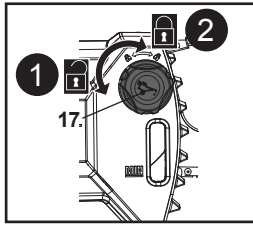

Fig. 9
1. Placer le produit sur une surface plane et stable, le bouchon du réservoir d'huile (17) vers le haut. Nous recommandons de poser une protection non inflammable sous le produit.
2. Dévisser et retirer le bouchon du réservoir d'huile (17) (Fig. 9, étape 1).
5. Vérifier le niveau d'huile sur le regard du réservoir (18) avant de démarrer le produit et à intervalles réguliers pendant le fonctionnement. Faire l'appoint d'huile lorsque le niveau d'huile atteint le bas du regard de niveau d'huile (18).
6. Essuyer le lubrifiant renversé avec un chiffon doux et repositionner le bouchon du réservoir d'huile (17) (Fig. 9, étape 2).